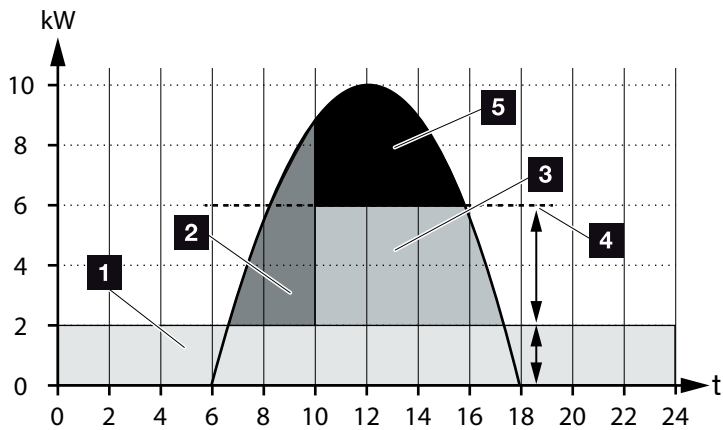

Bild 55: Reglering utan intelligent batteristyrning
I  **Bild 55, pos. 4** kan man se att den av KFW-regleringen förorsakade minskningen till 50 % föranleder att den alstrade solcellsenergin förblir outnyttjad just vid starkt solsken.